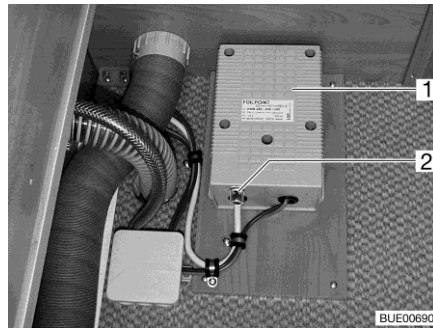

Fig. 220 Transformador para calentamiento eléctrico del piso
Cuando se sobrecarga el transformador (Fig. 220,1), se activa la protección contra sobrecargas. El perno (Fig. 220,2) salta hacia fuera.
- Hundir el perno (Fig. 220,2) en la protección contra sobrecargas cuando se haya enfriado el transformador.